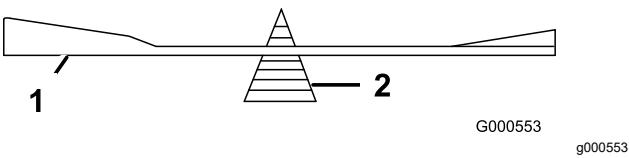

Figure 55
2. Vérifiez l'équilibre de la lame en la plaçant sur un équilibrEUR (Figure 55).